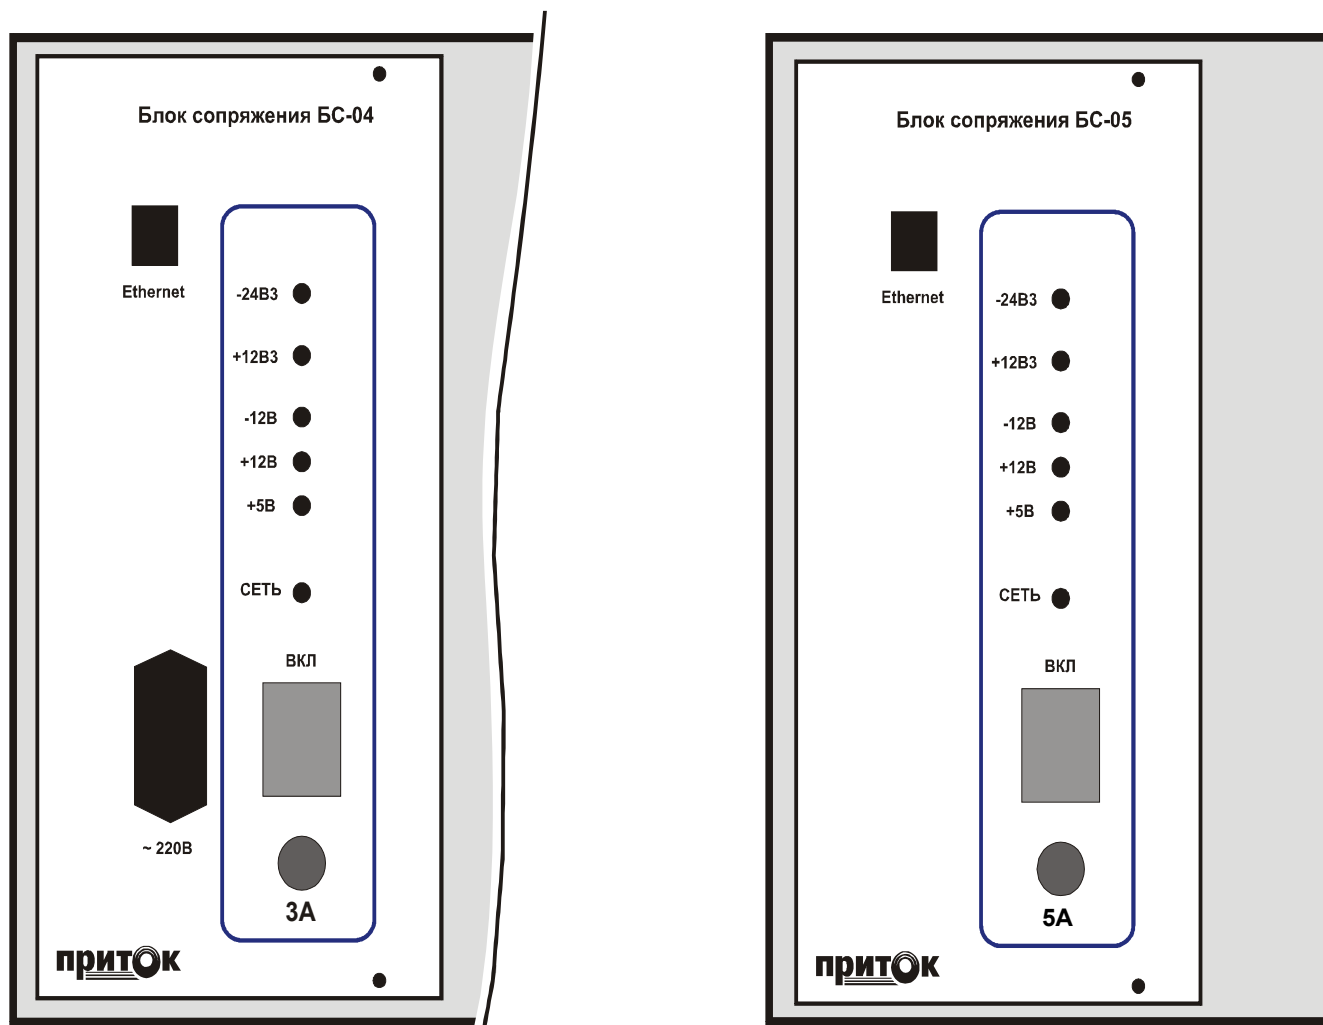

Рисунок 2.2 – Вид передней панели блока сопряжения
2.12 На передней панели блока сопряжения (см. рисунок 2.2) находятся индикаторы питающих напряжений, предохранитель, выключатель питания, розетка сети стандарта Ethernet, разъем питания сети 220 В (для БС-04.01)